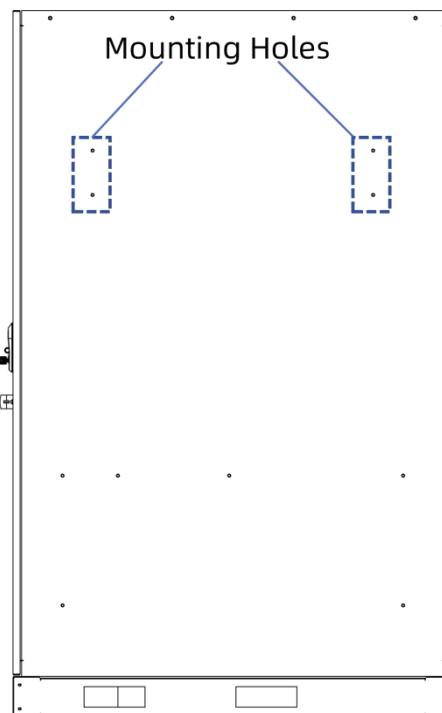

Abbildung 6-2 Befestigungslöcher des Wechselrichters
An der rechten Seitenwand des Schrankes sind vier Befestigungslöcher für den Wechselrichter vorgesehen, wie in Abbildung 6-2 dargestellt.
Schritt 1: Richten Sie die Wechselrichterhalterung an den Löchern am Schrank wie in Abbildung 6-2 dargestellt aus und befestigen Sie die Wechselrichterhalterung mit M10-Schrauben am Schrank.